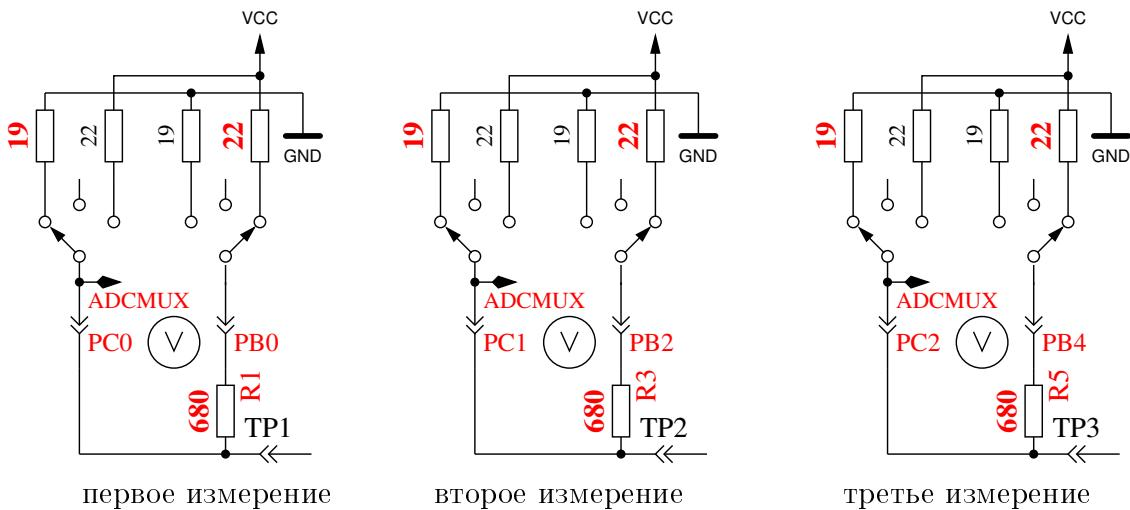

Рис. 5.66. Измерение внутреннего сопротивления порта Ц подключением выходных контактов к ГНД
8. **Измерение внутреннего сопротивления порта подключением выходных контактов к ГНД.** Этот и следующие тесты будут проведены, если выбрана опция АУТО_ЦАЛ. Внутреннее сопротивление порта Ц с выходами, подключенными к ГНД, измеряеця по току через подключенные к ВЦЦ ($+5 \text{ V}$) резисторы 680Ω , смотри рисунок 5.66. Могут быть измерены только три вывода порта АЦП. Внутреннее сопротивление портов Б (ПБ0, ПБ2 и ПБ4) не может быть измерено без изменения аппаратных средств. Будем считать, что внутреннее сопротивление порта для различных портов практически одинаково. Величина сопротивления будет определена в следующем тесте.